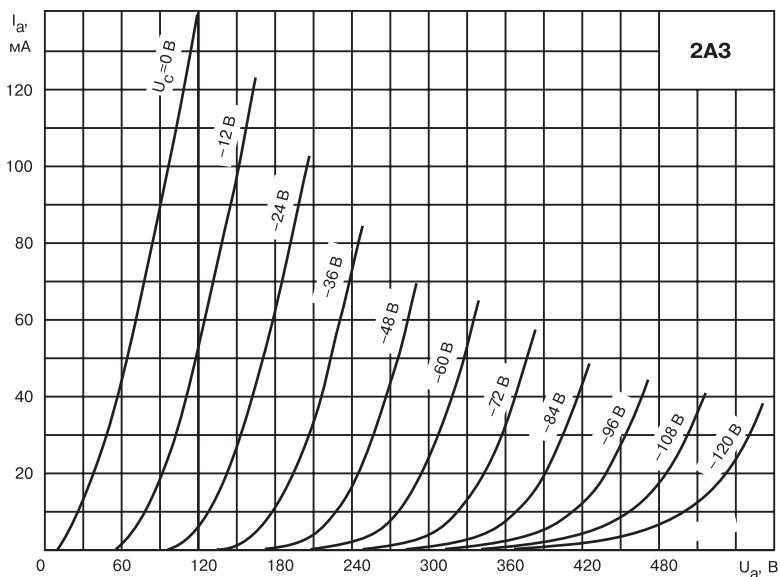

Рис. 3.2. Типовые вольтамперные характеристики 2A3
- ◆ линейные ВАХ (см. рис. 3.2);